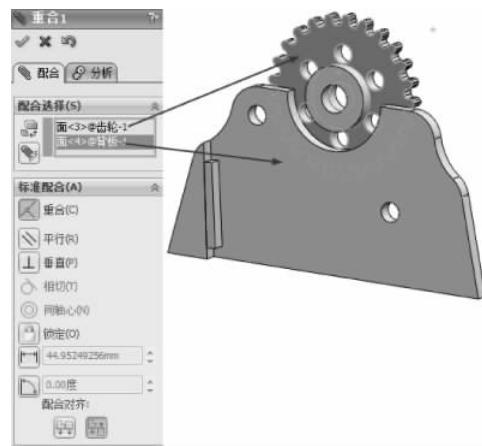

图 3-139 重合配合
(2) 继续进行配合约束，选择【标准配合】选项组下的【重合】配合类型 ，在【要配合的实体】选择框 中选择如图 3-139 所示的面，其他保持默认，单击【确定】按钮 ，完成重合配合。